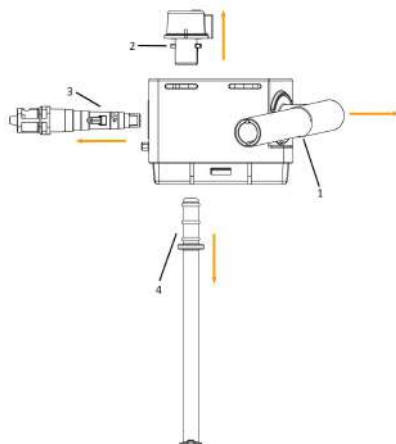

Рис. 1
Поверните трубку для подачи молока (1) в положение, показанное на рисунке (Рисунок 1), и потяните её горизонтально наружу.